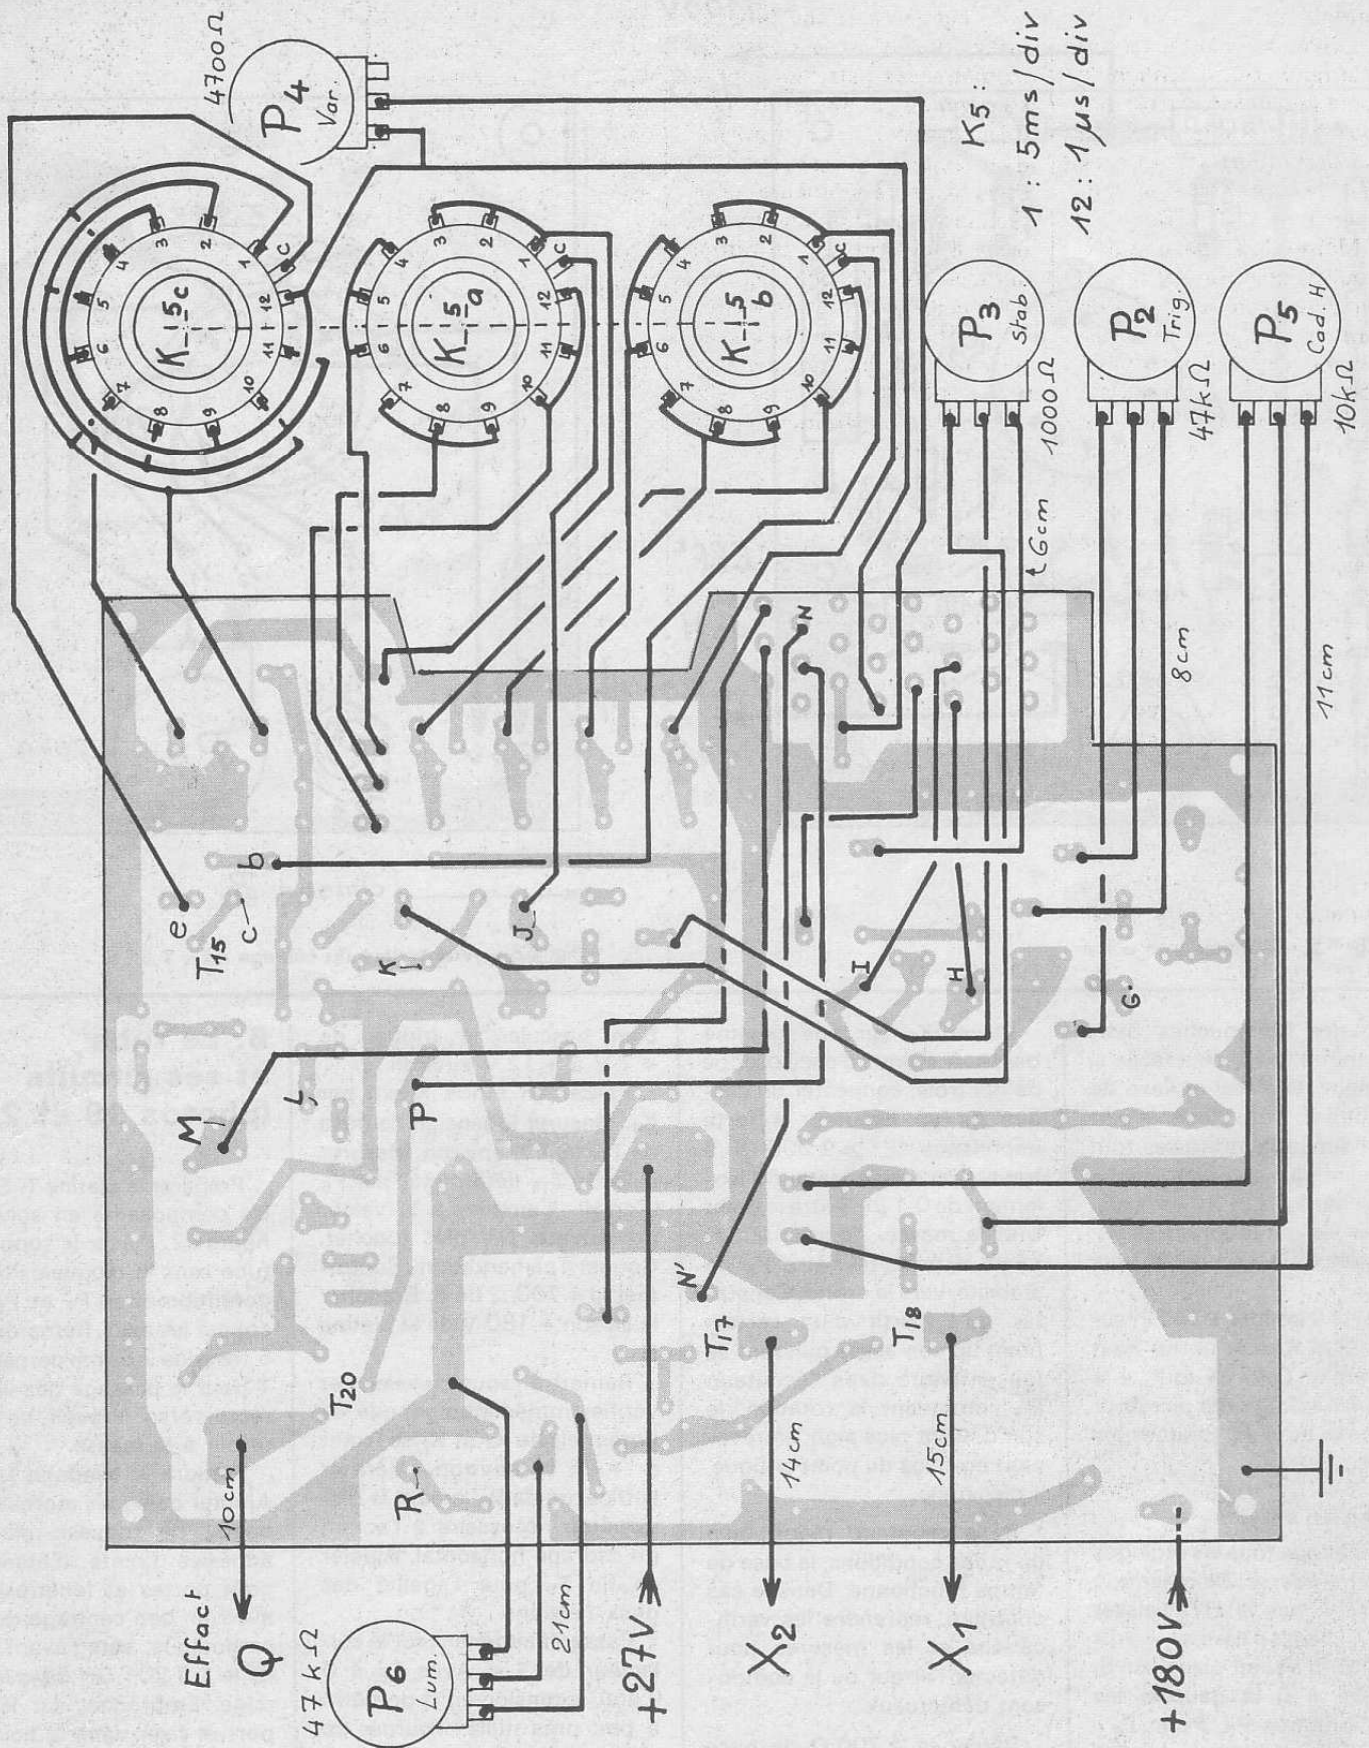

Fig. 51. - Pose des interconnexions de la platine H.
g) Retourner la platine et souder toutes les liaisons visibles en figure 51.
Avant la soudure des liaisons sur les potentiomètres, on assurera celle de H avec  $K_5$ . Préparer le câblage de chaque galette (fig. 51).